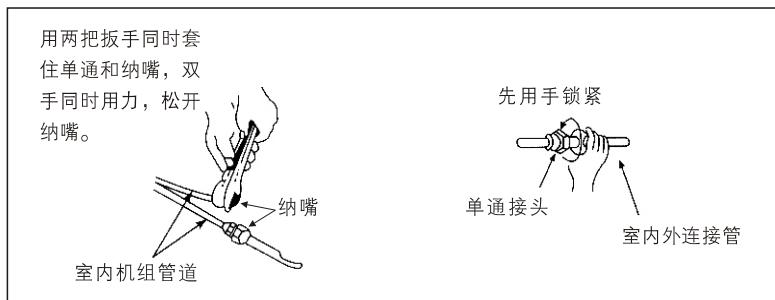

图 20
- 将纳嘴和密封帽拆开, 将铜管尽头的纳嘴松开, 使内藏气体排出, 如图20所示。当纳嘴拆开时, 应将密封帽拆出, 不然制冷剂将不能循环, 压缩机就可能烧毁。
- 连接时, 应在单通螺牙及管的喇叭口上涂上少许冷冻润滑油, 以防螺牙损坏, 且按图20所示对准管道拧紧。